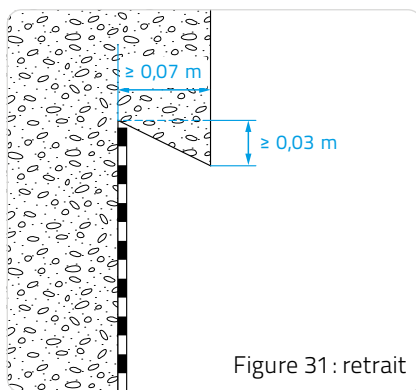

Figure 31: retrait
□ Dispositifs en tête de relevé (Figures 31, 32, 33 et 34).